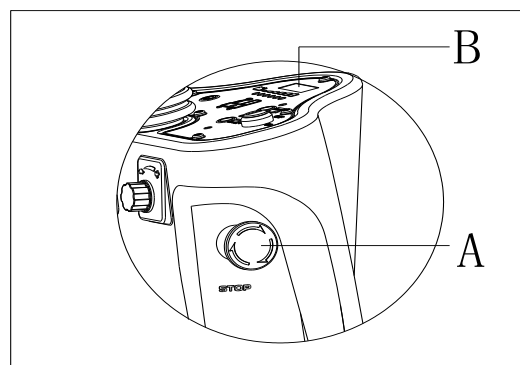

Figure 5
En cas d'urgence au cours du fonctionnement de la machine, appuyer sur l'interrupteur d'urgence (A, Figure 5) et toutes les fonctions de la machine cessent, il n'y a pas d'affichage sur le panneau de contrôle (B, Figure 5).
1. Insérer la clé de contact (40) et tourner vers « marche ».
2. Appuyer sur la pédale (6) vers l'avant au pied pour soulever l'ensemble de brosse (11) du sol.
3. Tourner le bouton de réglage de la vitesse (42) dans le sens inverse des aiguilles d'une montre jusqu'au bout.
4. Placer la brosse (A, Figure 5) ou le plateau porte disque (B, Figure 5) pour s'aligner avec l'enclencheur de brosse.
5. Appuyer sur la pédale (6) vers l'arrière au pied pour abaisser l'ensemble de brosse (11). S'asseoir sur le siège, appuyer sur le bouton de la brosse (39) et appuyer légèrement sur la pédale (23), la brosse / le coussinet peut être assemblé automatiquement. Répéter ces étapes jusqu'à ce que la brosse / le coussinet soit installé.
7. Appuyer sur la pédale (6) vers l'avant au pied pour soulever l'ensemble de brosse (11) du sol, appuyer sur le bouton d'enlèvement de la brosse (41) pour la désinstaller automatiquement.